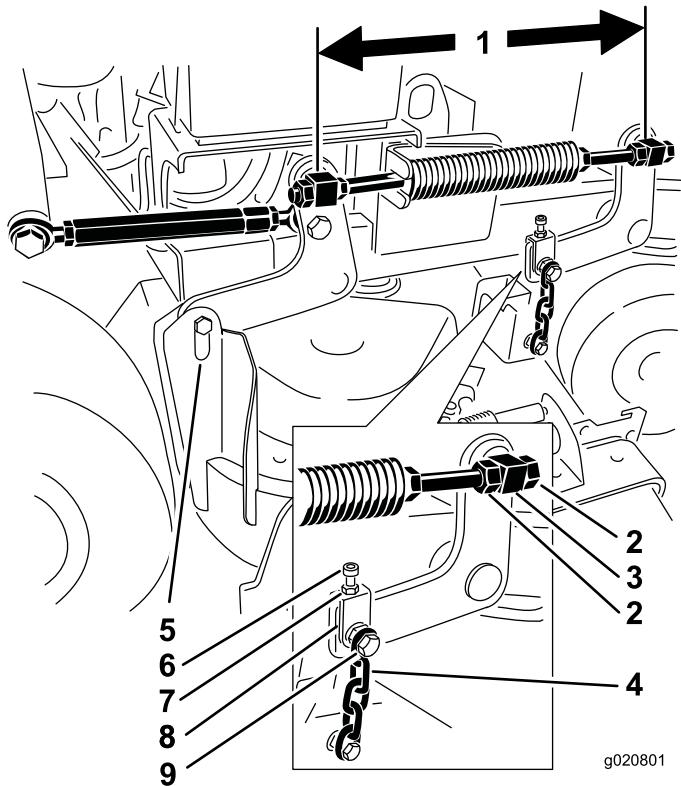

図 82
- 各ねじ棒において、スイベル間の距離スイベルの中心から中心までの長さを測定する。図 82
11. 調整が必要な場合は、上チェーンボルトをゆるめる図 82。
- 上チェーンボルトをゆるめる図82。